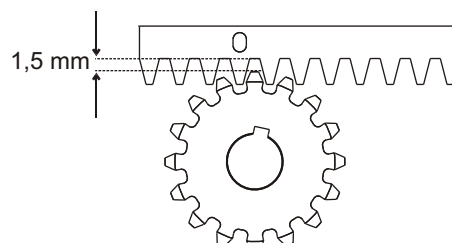

Fig. 11
5.6. Toute la crémaillère doit être élevée de 1,5 mm pour éviter que le poids du portail repose sur le pignon (fig. 11),